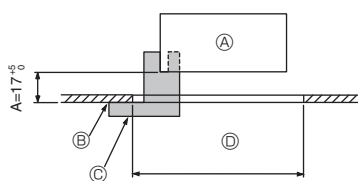
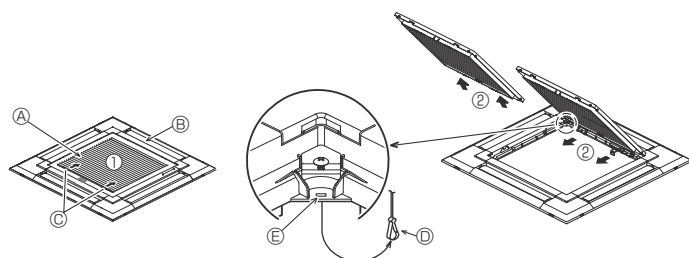
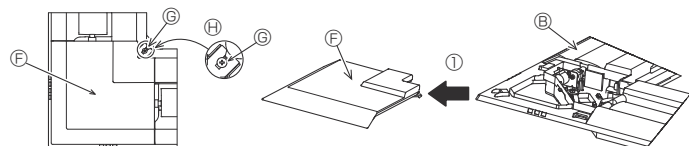

Fig. 9-2
Fig. 9-3
Fig. 9-4
①	Kratka	1	950 × 950 (mm)
②	Przymiar montażowy	1	(złożony z 4 części)
③	Śruba (4 × 16)	1	Do PLP-6EAE, PLP-6EALME2
④	Panel narożny czujnika i-see	1	Do PLP-6EAE, PLP-6EALME2
⑤	Bezprzewodowy pilot zdalnego sterowania	1	Do PLP-6EALME2, PLP-6EALME2
⑥	Uchwyt pilota zdalnego sterowania	1	Dołączone, gdy jest wyposażona w bezprzewodowego pilota zdalnego sterowania. *
⑦	Baterie LR6 AA	2	Dołączone, gdy jest wyposażona w bezprzewodowego pilota zdalnego sterowania. *
⑧	Wkręty samogwintujące 3,5 × 16	2	Dołączone, gdy jest wyposażona w bezprzewodowego pilota zdalnego sterowania. *
9.2. Przygotowania do zamocowania kratki (Fig. 9-2)
- Używając przymiaru ② dostarczonego z zestawem, należy ustawić i sprawdzić położenie urządzenia głównego w stosunku do powierzchni sufitu. Jeśli urządzenie główne jest nieprawidłowo ustawione względem powierzchni sufitu, może dojść do wypływu powietrza lub gromadzenia się skroplin.
- Ⓒ Przymiar montażowy ② (wsunięty do urządzenia głównego)
9.2.1. Demontaż kratki wlotowej (Fig. 9-3)
- Przesunąć dźwignie w kierunku wskazanym przez strzałki ①, aby otworzyć kratkę wlotową.
- Gdy kratka wlotowa jest w pozycji otwartej, należy usunąć zawias kratki wlotowej z kratki w sposób pokazany przez strzałki ②.
9.2.2. Demontaż panelu narożnego (Fig. 9-4)
- Odkręcić 4 śruby na narożniku. Przesunąć panel narożny w kierunku wskazywanym przez strzałkę ① na rysunku, aby go zdemontować.
[Fig. 9-3] [Fig. 9-4]